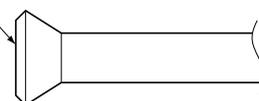

Fig. 10
- Lors de l'installation du raccord conique, appliquez de l'huile d'ester ou de l'huile d'éther à l'intérieur de l'évasement et tournez la clé à douille 3 ou 4 fois à la main avant de procéder au vissage **(reportez-vous à la fig. 10)**